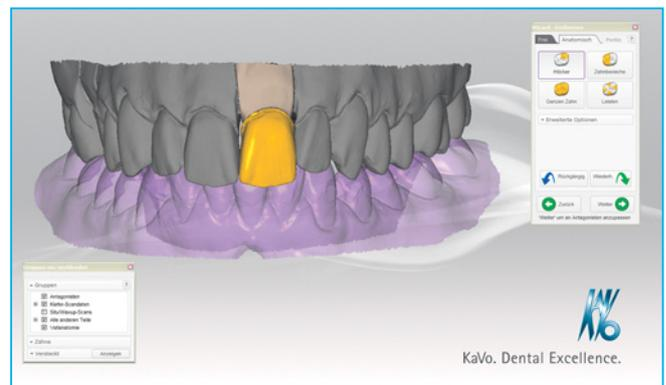

Abb. 10: Abfrage weiterer Anpassungswünsche
14.31 Uhr: An diesem Prozessschritt (Abb. 10) könnten nochmals Veränderungen beziehungsweise Korrekturen durchgeführt werden. Mit der Schaltfläche „Weiter“ wechselt man anschließend zu nächsten Prozess-Schritt.